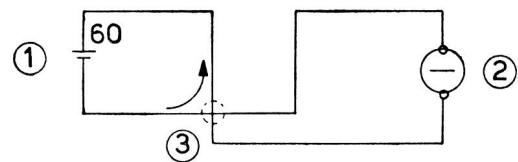

Fig. 21
**Beispiel:** Kurzschluss (Fig. 21). Schlecht isolierte Teile berühren sich, es entsteht ein kurzer Weg für den Strom, der auch viel weniger Widerstand aufweist. Der Strom steigt dadurch unzulässig hoch an.